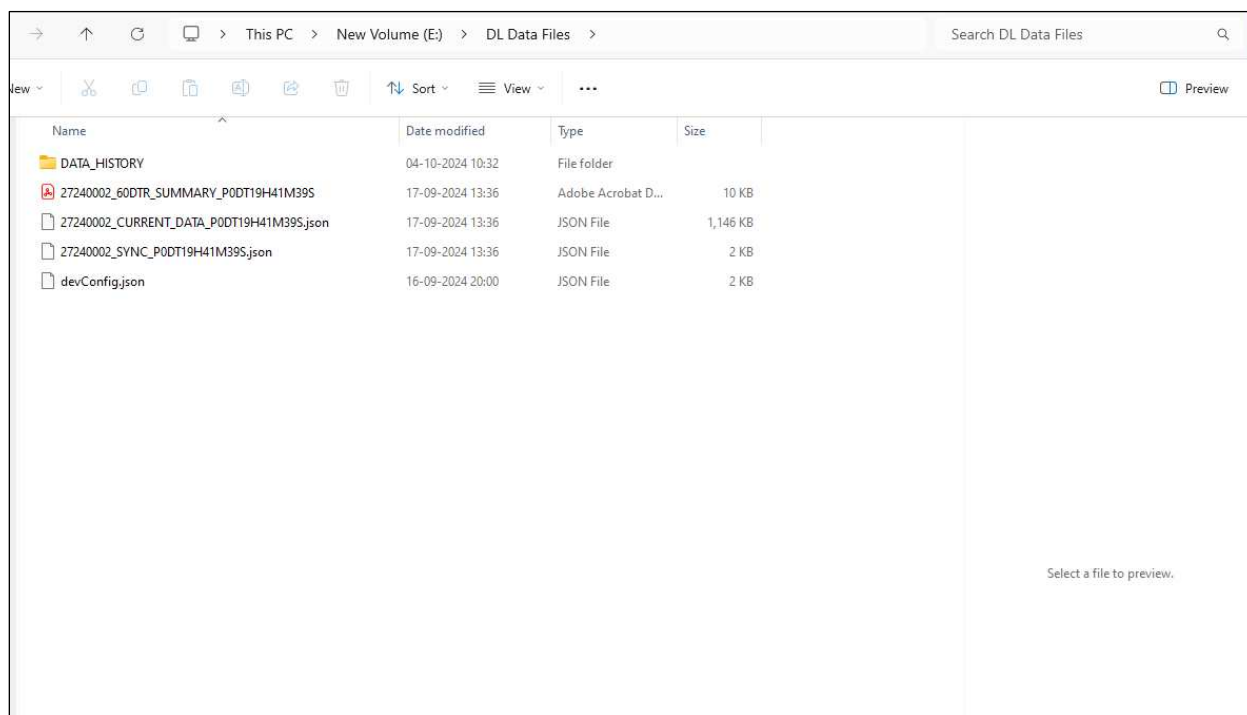

图 30 从 Equiplog 数据记录器下载的数据
- 下载后，根目录将包含上述 Json 文件、PDF 报告和历史数据文件夹，如图 30 所示。